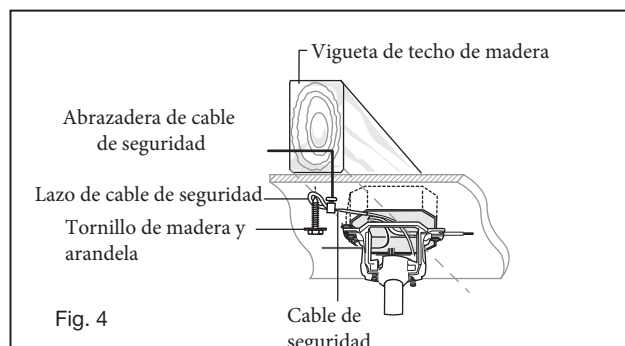

Fig. 4
- 9 Levante la bola / varilla / ventilador en la abertura del soporte de suspensión. NOTA: La lengüeta opuesta a la abertura del soporte del colgador debe encajar en la ranura de la bola. (Fig. 4)
- 4 Cuidadosamente meta las conexiones de cables dentro de la caja de conexiones. Asegure el interruptor de pared con los dos tornillos provistos. (Fig. 4)
- 5 Fije la placa de pared sobre el interruptor de pared y fíjela con los dos tornillos provistos. (Fig. 4)